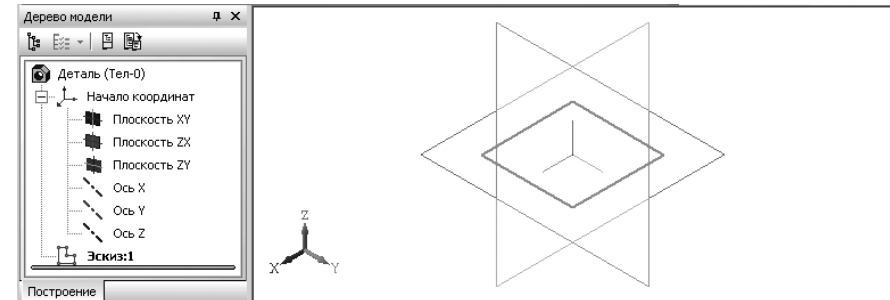

Рис. 7.63. Основание эскиза листового тела – квадрат размером 30 × 30 с центром в начале координат
- щелкните на панели инструментов **Текущее состояние** по кнопке **Эскиз**. Система перейдет в режим создания детали. Появившийся новый пункт в окне **Дерево модели** и эскиз в окне модели будут выделены зеленым цветом. Появится **Компактная панель** с кнопками переключателями для работы в режиме создания детали (рис. 7.63);